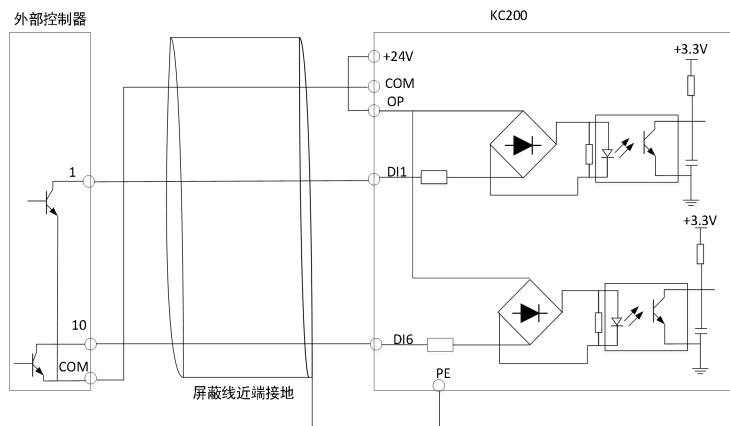

图 3-8 使用变频器内部+24V 电源的源极连接方式
1) 使用变频器内部+24V 电源，外部控制器为 NPN 型的共发射极输出的连接方式，如图 3-8 所示。